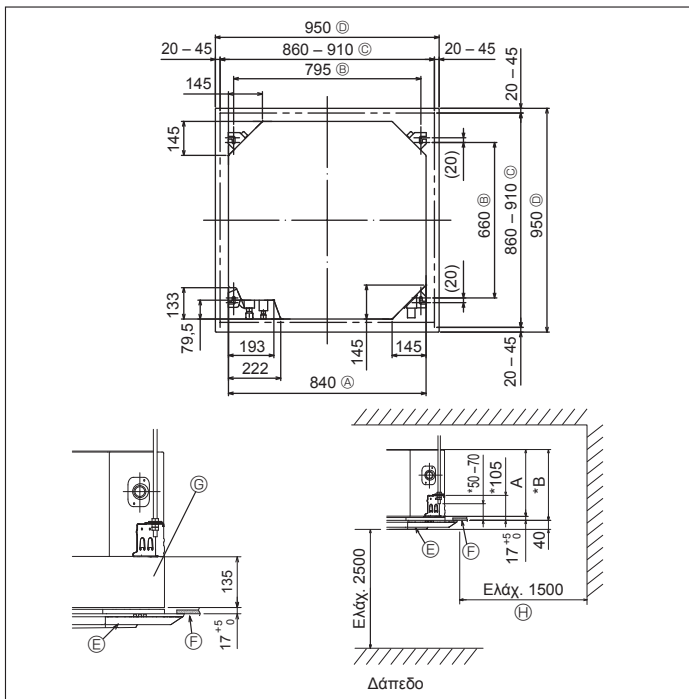

Fig. 3-2
3.2. Ανοίγματα στο ταβάνι και θέσεις για την τοποθέτηση των μπουλονιών ανάρτησης (Fig. 3-2)
- * Οι διαστάσεις του ανοίγματος περιέλιξης μπορούν να ρυθμιστούν εντός του εύρους που εμφανίζεται στην Fig. 3-2. Οπότε, κεντραρίστε την κεντρική μονάδα με το άνοιγμα περιέλιξης, διασφαλίζοντας πως οι αντίστοιχες απέναντι πλευρές σε κάθε πλευρά του ελεύθερου χώρου ανάμεσά τους θα είναι ίδιες.